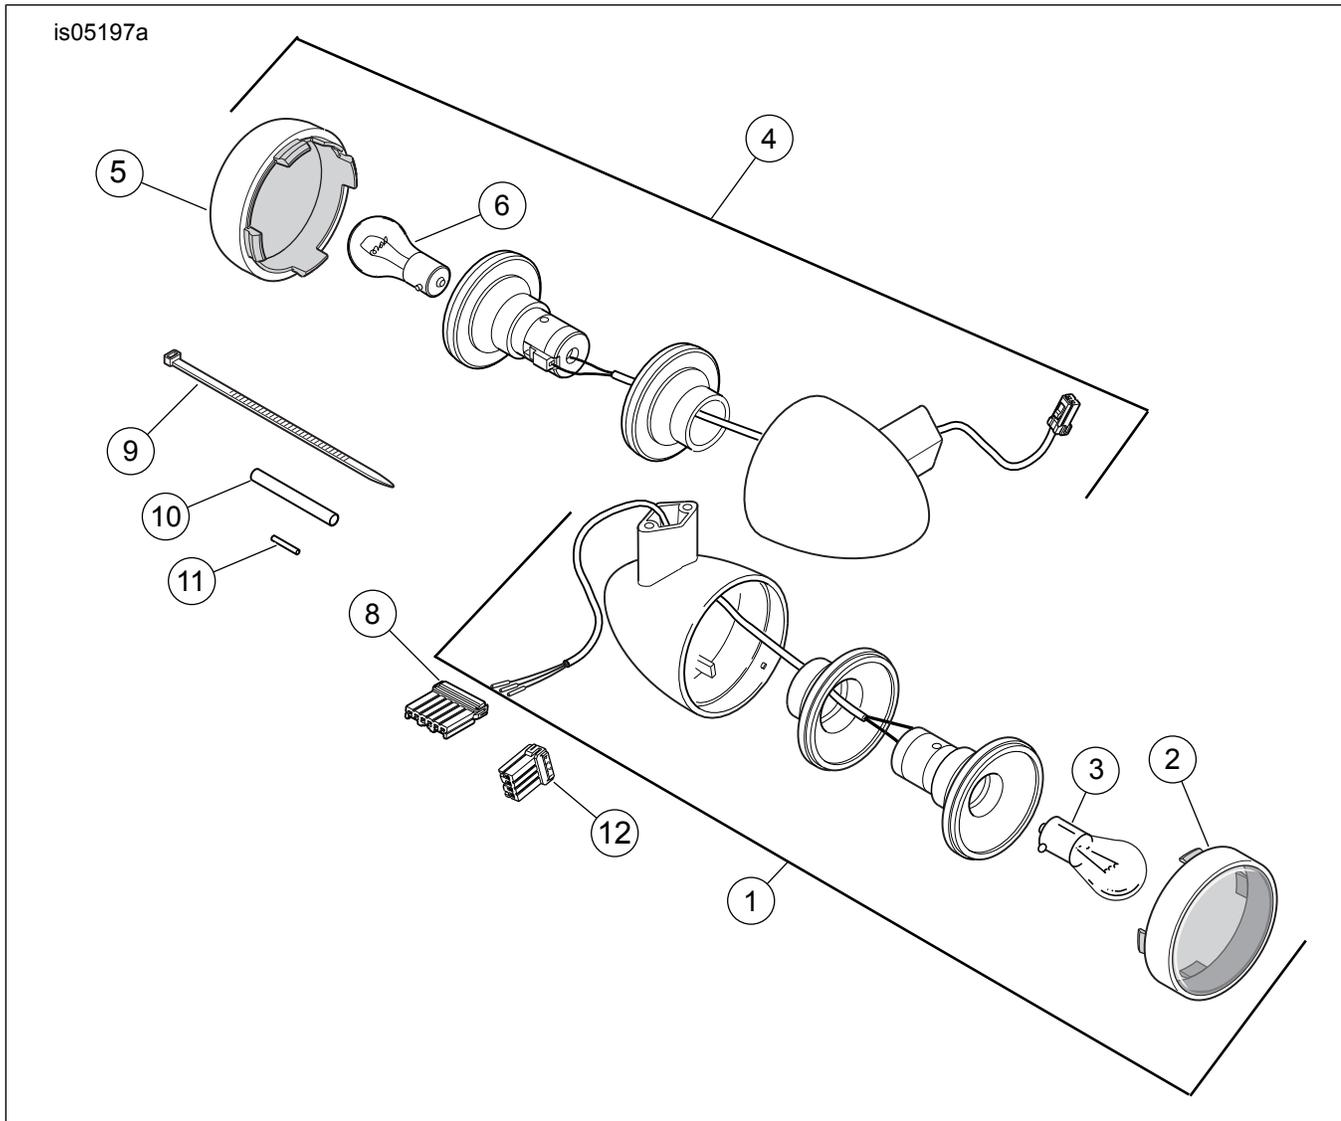

Figura 1. Parti di ricambio: kit sostegno della pedalina poggiapiedi del passeggero
Vedere Figura 1 e Tabella 1.
1. Vedere Figura 1. Installare la staffa di sostegno della pedalina poggia piedi (7) sul lato sinistro del telaio, utilizzando la vite (1). Serrare ad una coppia di 47,4–61 N·m (35–45 ft-lbs).
2. Installare il supporto della pedalina poggia piedi (6) sulla staffa, con la vite (2). Allineare il sostegno ad una angolazione di 10 a 15 gradi dalla verticale rispetto al retro del telaio e stringere ad una coppia di 47,4–61 N·m (35–45 ft-lbs).
3. Installare la pedalina poggia piedi (A) sul supporto con la rondella elastica (5), (lato piatto rivolto verso il sostegno) e inserire il perno a testa piana attraverso il sostegno e la pedalina e stringere l'anello di ritegno sul perno.
4. Ripetere le fasi 2 e 3 per l'installazione della pedalina poggia piedi del lato destro sulla staffa di sostegno della marmitta, come illustrato nella Figura 1.